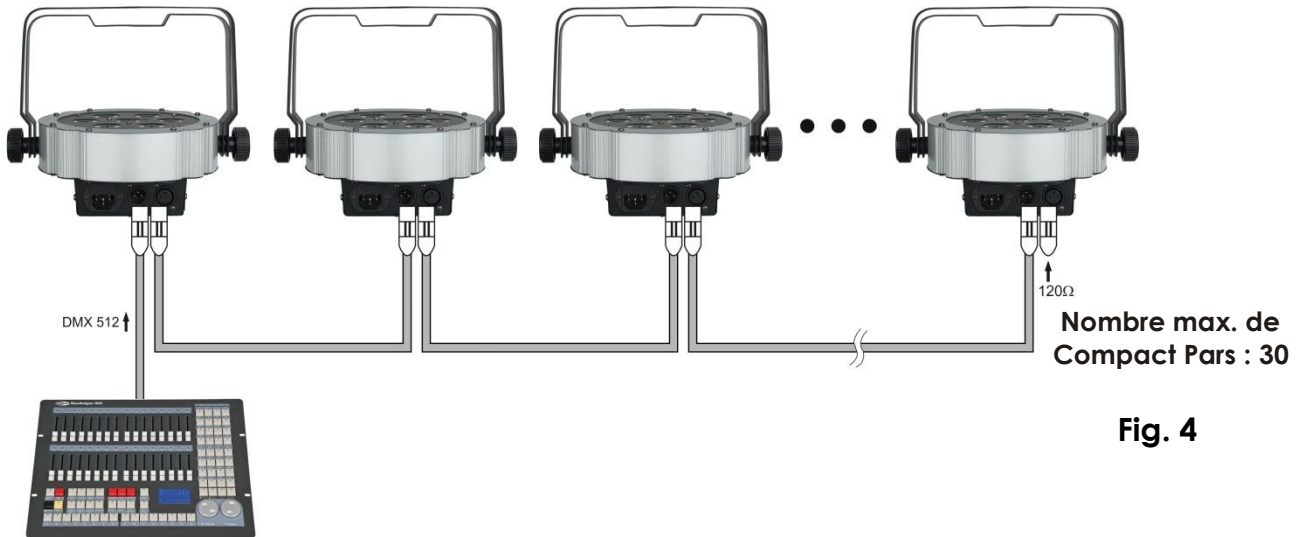

Fig. 4
4. Raccordez les unités entre elles (Fig. 4), puis connectez un câble DMX entre la prise DMX « out » de la première unité et la prise « in » de la seconde unité. Répétez cette opération pour raccorder la seconde, la troisième et la quatrième unité.